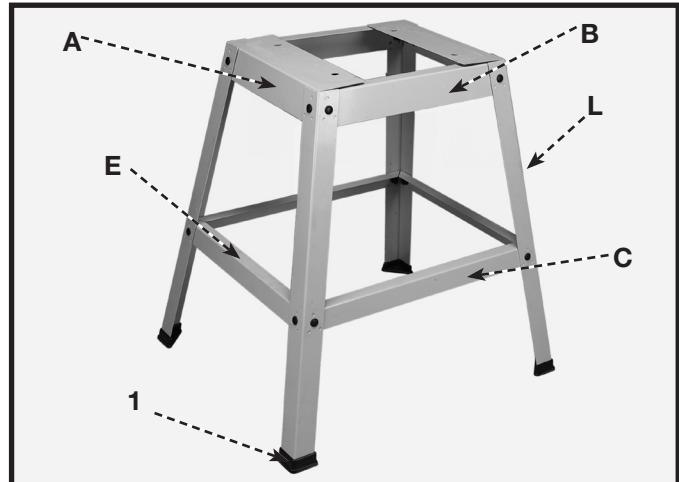

Fig. 4
1. Assembler le socle comme l'illustre la fig. 4, à l'aide des pièces présentées à la fig. 3. Les traverses et les pattes sont identifiées par les mêmes lettres sur les deux photos. Insérer les vis de carrosserie M8x16 mm dans les pattes et les traverses puis enfiler les rondelles plates de 9,5 mm (3/8 po), suivies des rondelles de blocage M8 et fixer solidement avec les écrous hexagonaux M8. Pour le moment, serrer les écrous à la main seulement.
**REMARQUE :** positionner les bords supérieurs des traverses supérieures (A) par-dessus les traverses avant et arrière (B).
2. Insérer les quatre pieds de plastique (1) fig. 4, au bas de chaque patte (L).